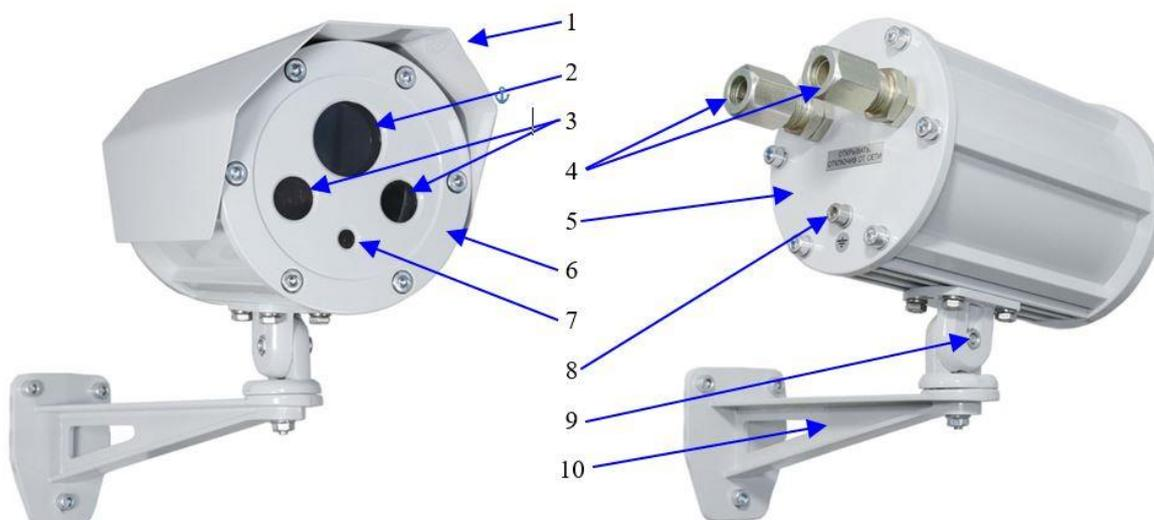

Рисунок 2 – Внешний вид видеокамеры
- Открутить болт (9) и отсоединить от видеокамеры крепежно-юстировочное устройство (10), рис. 2;
- Закрепить крепежно-юстировочное устройство (10) на установленное проектом место;
- Открутить фиксирующие винты и отделить заднюю крышку (5) от корпуса видеокамеры. Отделять заднюю крышку осторожно, чтобы не повредить провода от видеомодуля и ИК-подсветки.
- Через кабельные вводы (4) завести внешние питающий и сигнальный кабели, подключить их к плате коммутации видеокамеры согласно схемы подключения внешних подключений. рис 3;
- Установить видеокамеру на крепежно-юстировочное устройство (10), включить монитор, нацелить камеру на контролируемую зону и зафиксировать винтом (9), рис. 2;